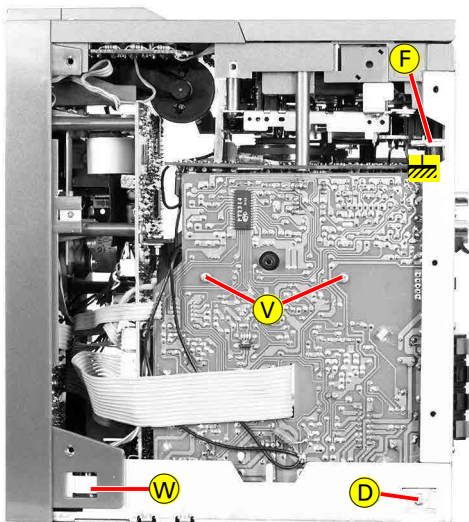

Fig. 3
- 6 Schrauben **D** (Fig. 3, 4, 5) herausdrehen.
- 2 Masseleitungen **F** (Fig. 3, 5) abziehen.
- Undo 6 screws **D** (Fig. 3, 4, 5).
- Unplug 2 ground connectors **F** (Fig. 3, 5).
- 2 Schrauben  $\text{\textcircled{V}}$  (Fig. 3) herausdrehen.
- 2 Rastungen  $\text{\textcircled{W}}$  (Fig. 3, 5) lösen.